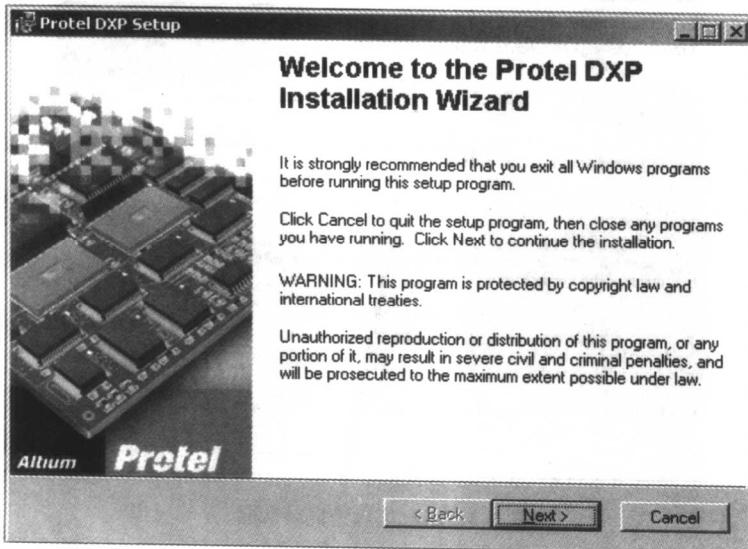

图 1-3 启动安装向导欢迎画面
(1) 将 Protel DXP 的安装光盘放入 CD-ROM 驱动器中，正常情况下光盘将会自动运行，显示如图 1-3 所示的安装向导欢迎画面。如果光盘没有自动运行，可以打开光盘目录，找到“Setup.exe”安装程序图标并双击，也同样会出现如图 1-3 所示的安装向导欢迎画面。